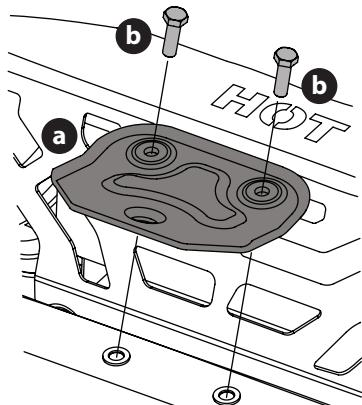

Figure 2
1. Trouvez la plaque d'attelage (a) et installez-la à l'arrière du châssis avec les deux boulons (b) fournis (Figure 2).